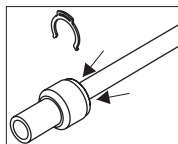

Рис. 2
- 2) Равномерно прижать фланец быстроразъемного соединения (рис. 2).